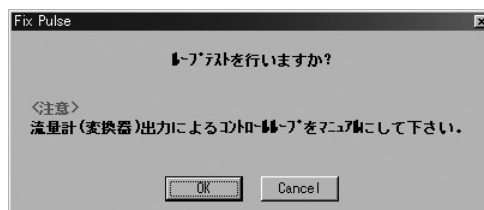

図85
- ③ 図85のようなメッセージボックスが現れますので、パルス出力を模擬出力とする場合は「OK」をクリックしてください。止める場合は「Cancel」をクリックしてください。